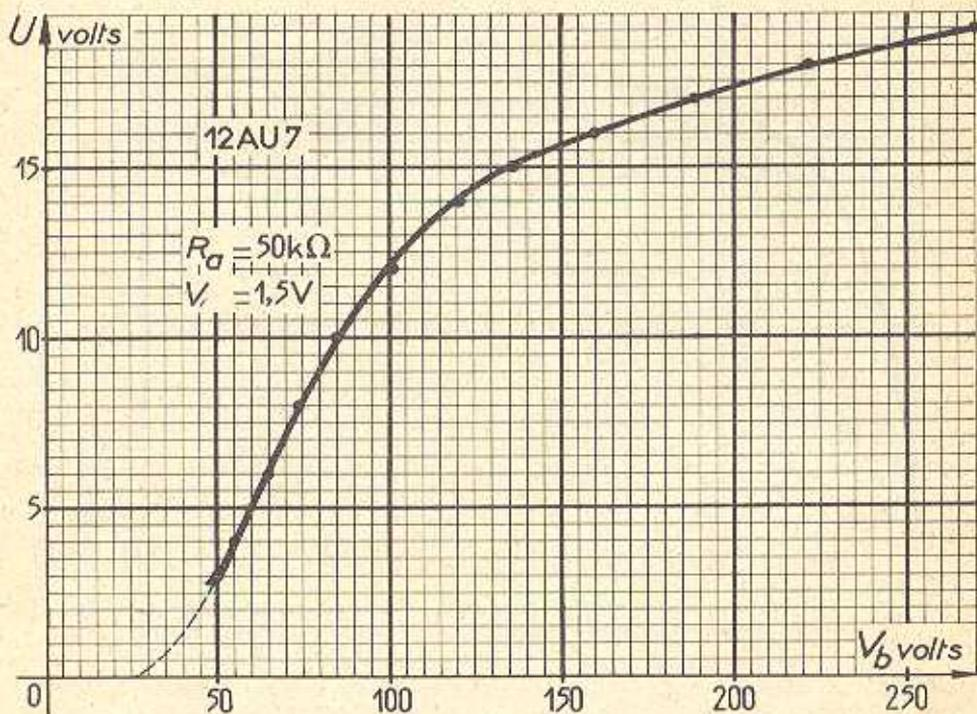

FIG. 4. — La tension de sortie diminue avec la tension d'alimentation.
3. — COURBE  $U(V_b)$  A TENSION D'ENTRÉE CONSTANTE ET RÉSISTANCE DE CHARGE CONSTANTE (fig. 4)